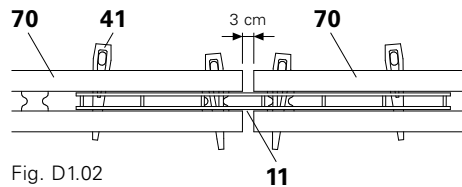

Fig. D1.02
Con regleta VKZ (11) y cuña KZ (41). La distancia entre las correas SRU (70) es de 3 cm. (Fig. D1.02)